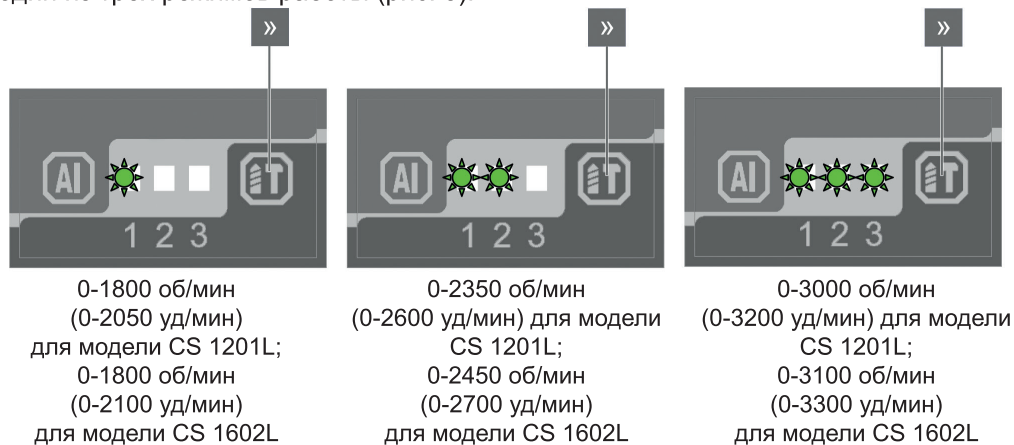

Рис. 5
• Последовательно нажимая на кнопку переключения скоростей, выберите один из трёх режимов работы (рис. 5).